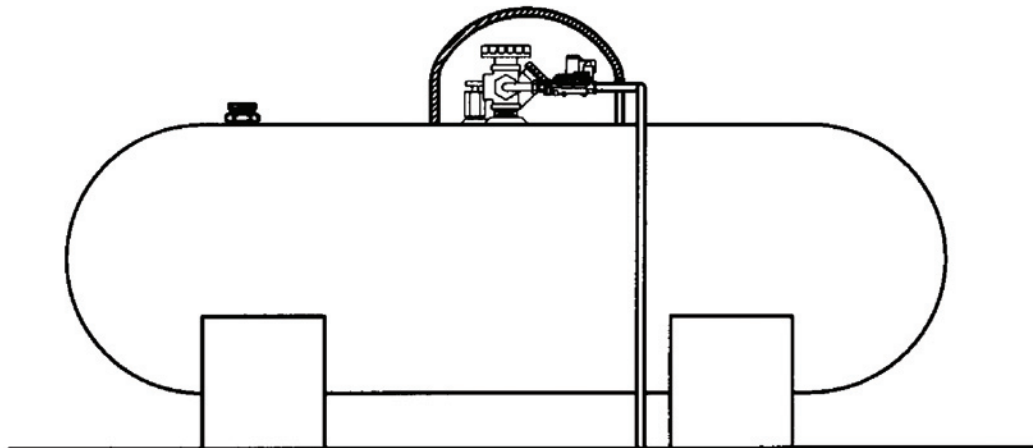

Figure 2. Installation sur le Réservoir
**Les régulateurs montés horizontalement, tels que ceux que l'on trouve dans les installations à une seule bouteille et les réservoirs ASME, doivent être installés en dessous d'un cache de protection ou en dessous du dôme du réservoir ASME. Se reporter à la figure 2.** Si possible, incliner ou tourner l'évent vers le bas suffisamment pour permettre à la condensation de s'évacuer du logement du ressort. Veiller à ce que la fente du dôme du réservoir ou du cache de protection permettant de laisser passer le tuyau de sortie du régulateur n'expose pas l'évent aux éléments. L'évent du premier étage sur le R232 doit être orienté vers le bas.